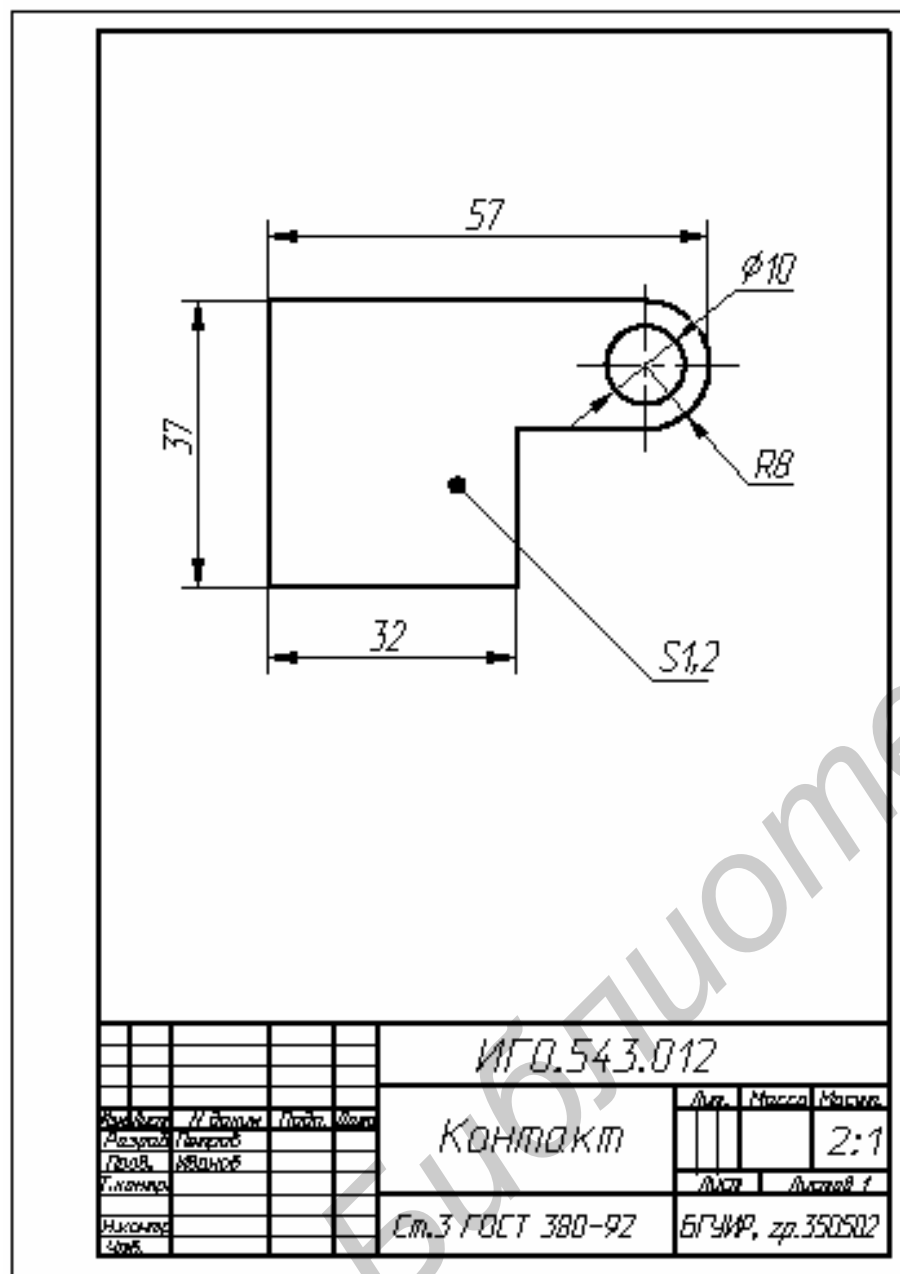

Рис. 1. Чертеж плоской детали
- Примеры оформления чертежей деталей приведены на рис.1 –4.
2. Выполнить изображение детали. Плоские неизогнутые детали с прямоугольным сечением кромок задают одной проекцией (рис. 1). Толщину такой детали указывают на линии-выноске
9. Увеличить основную надпись и заполнить ее в соответствии с рис.1. Обозначение, название и материал детали взять из спецификации сборочного чертежа. Если запись материала детали не помещается в нужной графе основной надписи в одну строку, необходимо выполнить эту надпись в две строки или сжать ее (выделить, нажать правую кнопку мыши, в появившемся контекстном меню включить команду **Свойства**, во всплывшем диалоговом окне ввести значение фактора сжатия **Width factor**, например, **0.7**).